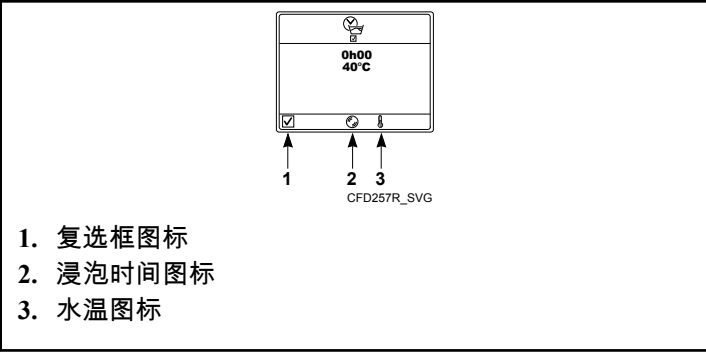
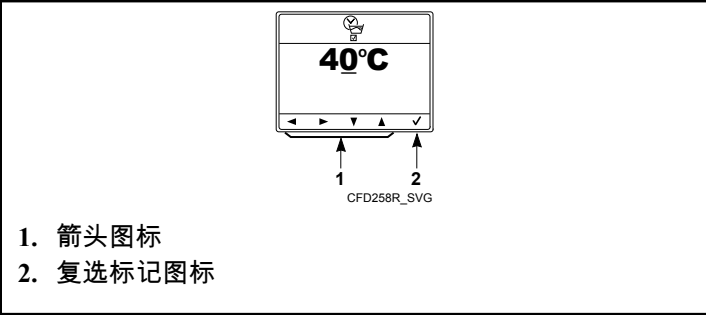

图 33
图 34
- 2. 按下复选框图标下方按键。参见图 33。水温与浸泡时间图标将显示。参见图 32。
- 3. 水温与浸泡时间可调节。如需调节浸泡水温，请按下水温图标下方按键。参见图 33。将显示水温界面。参见图 34。
- 4. 按下箭头图标下方按键，调节水温。参见图 34。箭头图标复选标记图标按下左右箭头图标下方按键，选择一个数字。按下上下箭头图标下方按键，对所选数字进行调节。
- 5. 按下复选标记图标下方按钮，确认对水温所作调节。参见图 34。